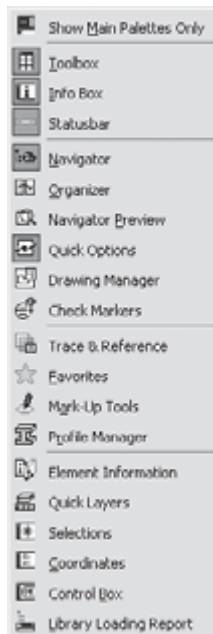

Рис. 2.9. Список палитр
1. Window ► Palettes (Окно ► Палитры) — появится список стандартных палитр (рис. 2.9). Активные палитры помечены квадратом с затемненным фоном.
Меню разбито на 5 областей, в которых сгруппированы команды активизации палитр (см. рис. 2.9).